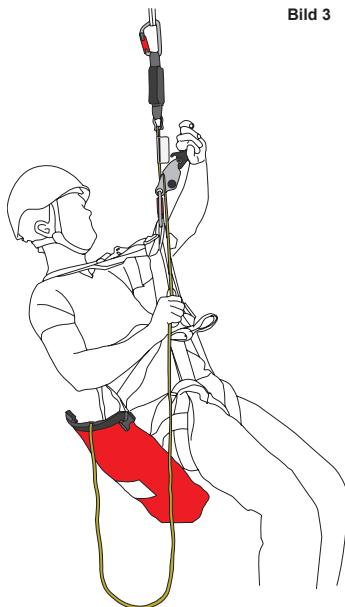

Bild 3
3. Fäst nedfirningsbromsen i en infästningspunkt på selens framsida (bild 3) – (vi rekommenderar selens nedre infästningspunkt (EN 813) med karbinhaken. Kontrollera att båda karbinhakarna är helt låsta.